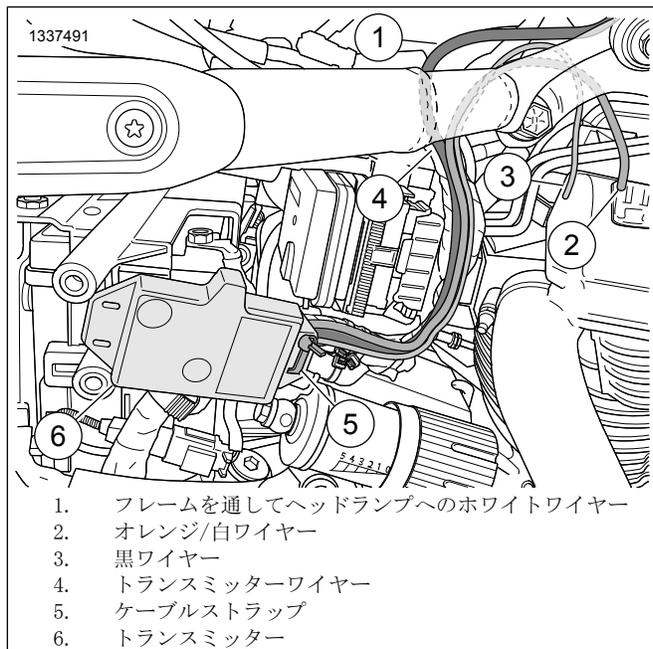

図9。トランスミッター取付とワイヤーラウティング (2018年以降ソフトイル)
2. 図9を参照してください。トランスミッターにて: オレンジ/白ワイヤー (2)を黒のワイヤー (3)と同じ長さに切ります。シースから切ったオレンジ/白ワイヤーを取り除きます。
- a. メインワイヤーハーネスの前のトランスミッター (6)水平に近い位置において設置します。ハウジングを出たワイヤーは上部にあり、車両部品の内側へまわっていないなければなりません。
- b. ケーブルストラップ (5) をトランスミッターハウジングの前面のスロットに取り付けます。
- d. ケーブルストラップ (5) を締めます。
4. メインハーネスワイヤーの後ろにあるトランスミッターワイヤー (4) に入れこみます。ABS/HCU モジュール周りと座席の前部の下のメインハーネスワイヤーをたどります。